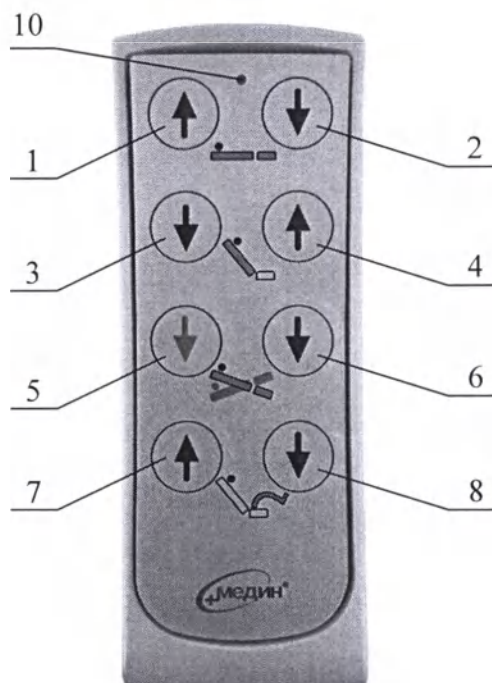

Рисунок 12. Пульт управления ручной беспроводной.
12. Пульт управления ручной беспроводной. (Рисунок 12).
Пульт работает от двух элементов питания (батареек) типа AAA, 1,5V. Чтобы установить или заменить элементы питания необходимо с обратной стороны пульта сдвинуть ползунок 1 (Рисунок 12а) в сторону значка «открытый замок» и снять крышку, подцепив ее плоской отверткой. Установите элементы питания согласно рисунку и закройте крышку.
Рисунок 12а. Установка (замена) элементов питания.